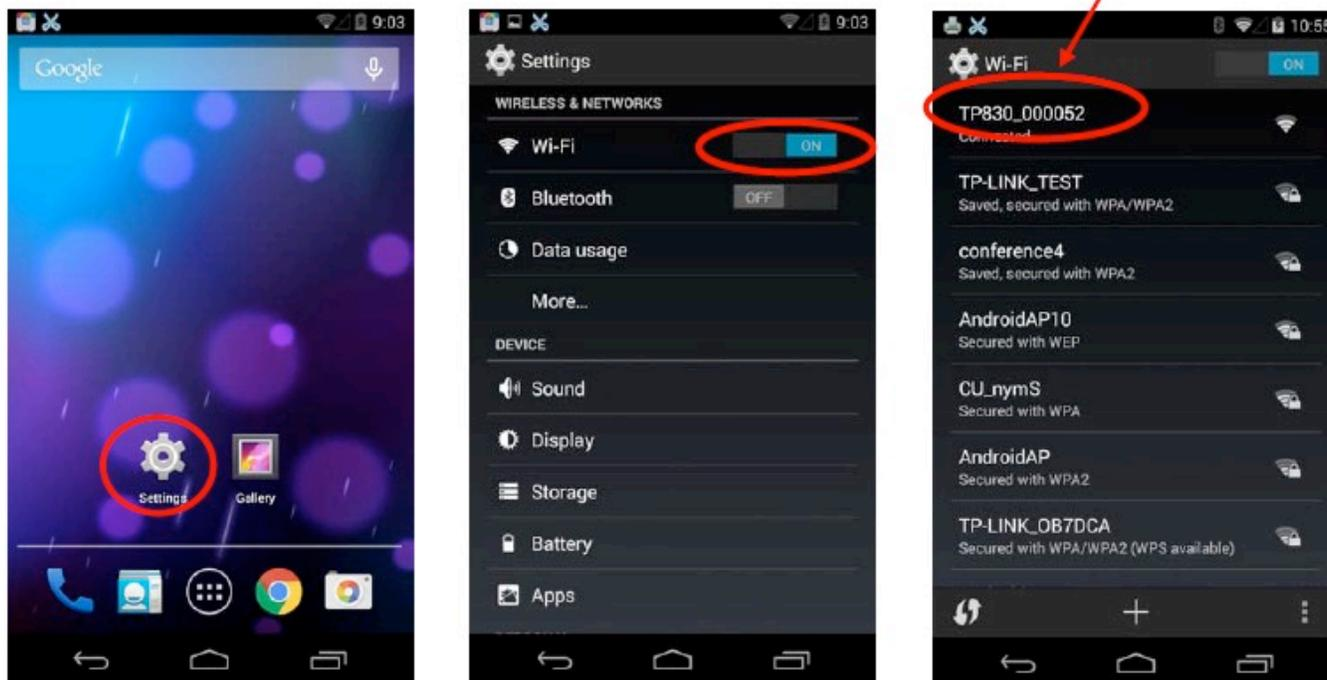

Figura 2
2. Haga clic en "Settings" y aparecerá la interfaz. Seleccione "ON" en la función "WLAN", haga clic para conectar en la impresora Wi-Fi buscada por el teléfono móvil. El nombre predeterminado de la impresora Wi-Fi está compuesto de "el modelo de la impresora + 6 números y letras" (Como se muestra en la Figura 2).